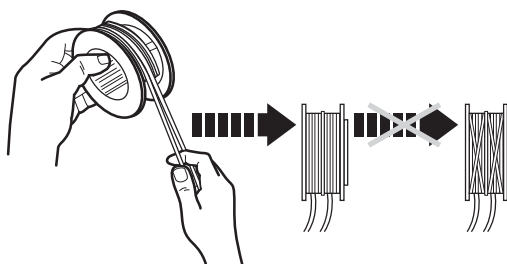

Fig. 34
- > Enrouler les deux bouts du fil nylon sur la bobine dans le sens des aiguilles d'une montre en serrant. S'assurer que les deux bouts de fil nylon soient bien répartis de part et d'autre de la bobine (Fig. 34).